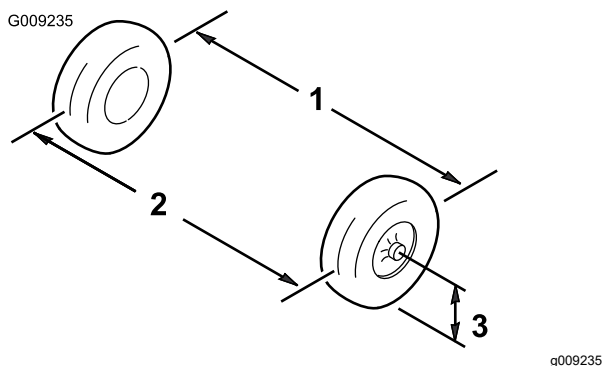

Figura 47
3. Meça a distância entre os pneus dianteiros à altura do eixo na zona dianteira e traseira dos pneus dianteiros (Figura 47).